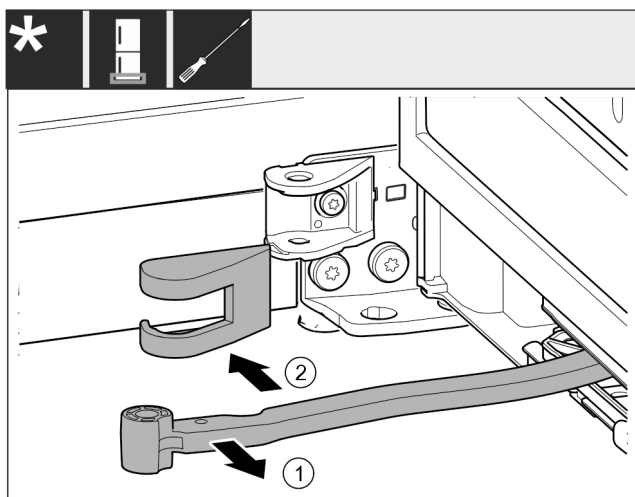

Fig. 19
- Tourner la jointure Fig. 19 (1) en direction de la porte.
- Retirer le cache du support de palier Fig. 19 (2).